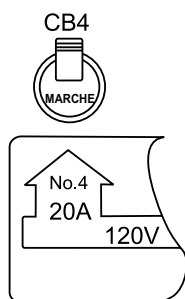

**Figure 74. Disjoncteur GFCI en MARCHE**
2. Placer le disjoncteur GFCI, CB4 (Figure 74) en position de **MARCHE**.